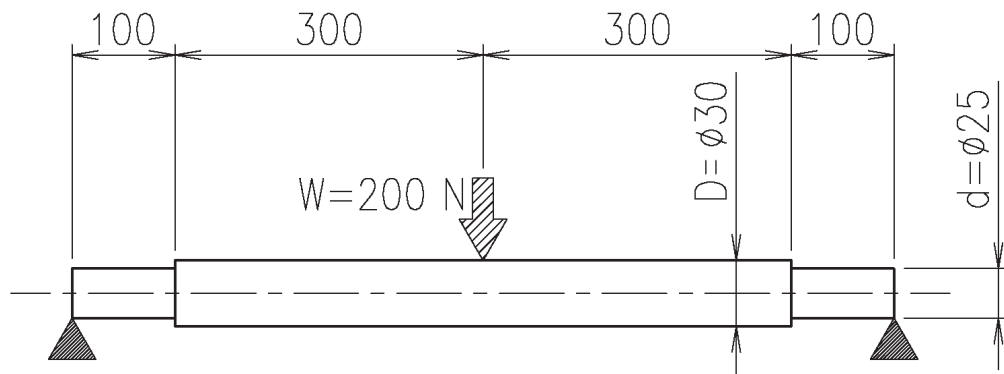
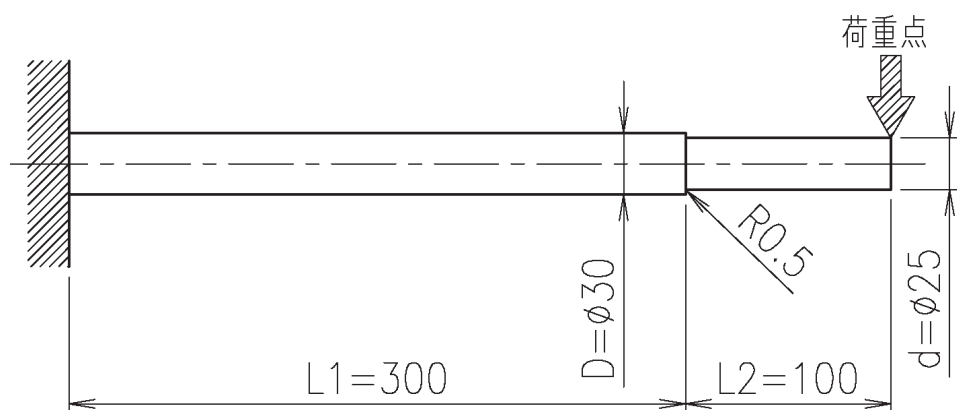

図1 両端段付き軸 検討図
図2 段付き軸のモデル化
2-2 図1に示す中央に集中荷重 $W=200\text{ N}$ が加わる、両端段付き軸を検討する。検討するうえで、図2に示す様な、先端に集中荷重が加わる、片持ちばりにモデル化した。軸の材質はS45Cで縦弾性係数 $E=206\text{ GPa}$ とするとき、以下の設問(1)～(3)に答えよ。解答は、解答用紙の解答欄に計算過程を含めて記述せよ。
- (1) 図2において、先端のたわみ量 δ [mm] を求めよ。なお、段付き部のコーナ部フィレットは無視すること。
- (2) 図1の両端段付き軸において、この軸の危険速度における回転数 N [min^{-1}] を求めよ。
- (3) 図2において、段付き部のコーナ部フィレット曲率半径 $r=0.5\text{ mm}$ による応力集中係数を考慮した段付き部の最大曲げ応力 σ_{max} [MPa] を求めよ。